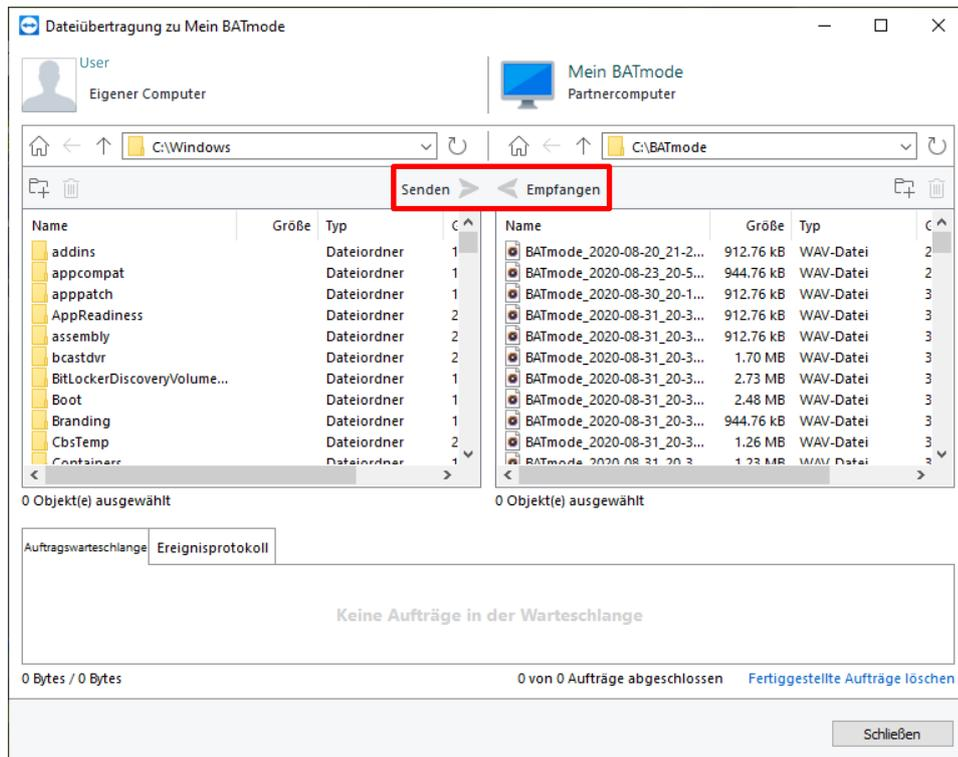

Abbildung 22: Dateiübertragung von Ihrem BATmode System
11. Möchten Sie ausschließlich Dateien übertragen (wenn beispielsweise die Internetverbindung für eine graphische Übertragung zu langsam ist), können Sie die *Dateiübertragung* starten, indem Sie in TeamViewer auf Ihrem PC oder Laptop die *Dateiübertragung* unterhalb der *Partner-ID* aktivieren und auf *Verbinden* klicken. Anschließend werden Sie wieder nach dem Passwort (siehe Schritt 5) gefragt und die *Dateiübertragung* wird gestartet (siehe Abbildung 22: Dateiübertragung von Ihrem BATmode System).